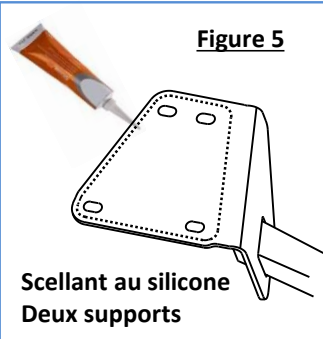
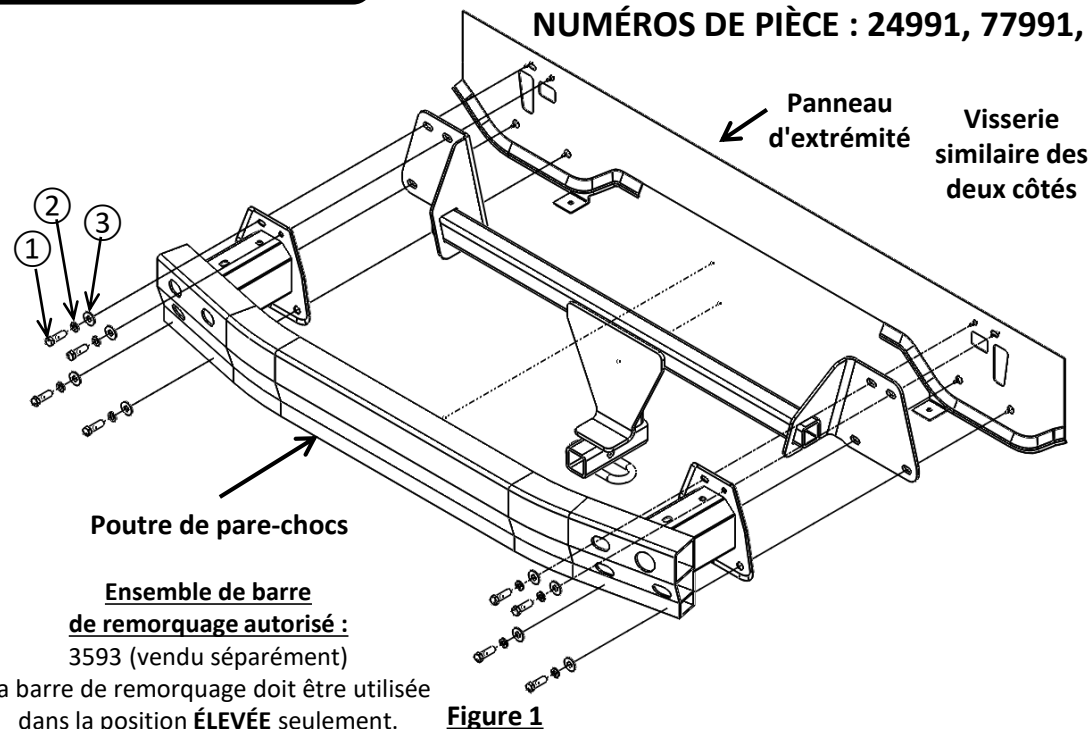

Figure 5
Figure 1
- Installer l'attelage** - Appliquer un scellant au silicone sur les surfaces de montage du support d'attelage afin de prévenir l'infiltration d'eau et de gaz d'échappement. Voir la figure 5. Soulever l'attelage et la poutre de pare-chocs en position en alignant les trous sur les écrous soudés du panneau d'extrémité. Intercaler l'attelage entre la poutre de pare-chocs et le panneau d'extrémité. Voir la Figure 1.
- Poser la visserie** – À l'aide d'une douille 13 mm, poser huit (8) boulons hexagonaux M8, rondelles freins et rondelles plates (fournies avec l'attelage) dans les écrous soudés du panneau d'extrémité, quatre (4) par côté.
- Réinstaller le carénage inférieur** – Réinstaller le carénage inférieur en alignant ses languettes sur le carénage supérieur. Reposer les six (6) agrafes de retenue dans les languettes de carénage enlevées à l'étape 2a.
- Réinstaller la garniture de passage de roue et les panneaux de soubassement** – Réinstaller la garniture de passage de roue et deux (2) panneaux de soubassement à l'aide de la visserie d'origine mentionnée aux étapes 1 et 2.
3. **Enlever la poutre de pare-chocs** – À l'aide d'une douille 12 mm, retirer huit (8) boulons M8, quatre (4) par côté, qui fixent la poutre de pare-chocs au panneau d'extrémité, et retourner les boulons d'usine au propriétaire du véhicule. **Voir la Figure 1.**
5. **Installer l'attelage** - Appliquer un scellant au silicone sur les surfaces de montage du support d'attelage afin de prévenir l'infiltration d'eau et de gaz d'échappement. **Voir la figure 5.** Soulever l'attelage et la poutre de pare-chocs en position en alignant les trous sur les écrous soudés du panneau d'extrémité. Intercaler l'attelage entre la poutre de pare-chocs et le panneau d'extrémité. **Voir la Figure 1.**
6. **Poser la visserie** – À l'aide d'une douille 13 mm, poser huit (8) boulons hexagonaux M8, rondelles freins et rondelles plates (fournies avec l'attelage) dans les écrous soudés du panneau d'extrémité, quatre (4) par côté.
- 3. Enlever la poutre de pare-chocs** – À l'aide d'une douille 12 mm, retirer les boulons M8, de chaque côté, qui fixent la poutre de pare-chocs au panneau d'extrémité, et retourner les boulons d'usine au propriétaire du véhicule. Voir la Figure 1.
3. Enlever la poutre de pare-chocs – À l'aide d'une douille 12 mm, retirer les boulons M8, de chaque côté, qui fixent la poutre de pare-chocs au panneau d'extrémité, et retourner les boulons d'usine au propriétaire du véhicule. **Voir la Figure 1.**